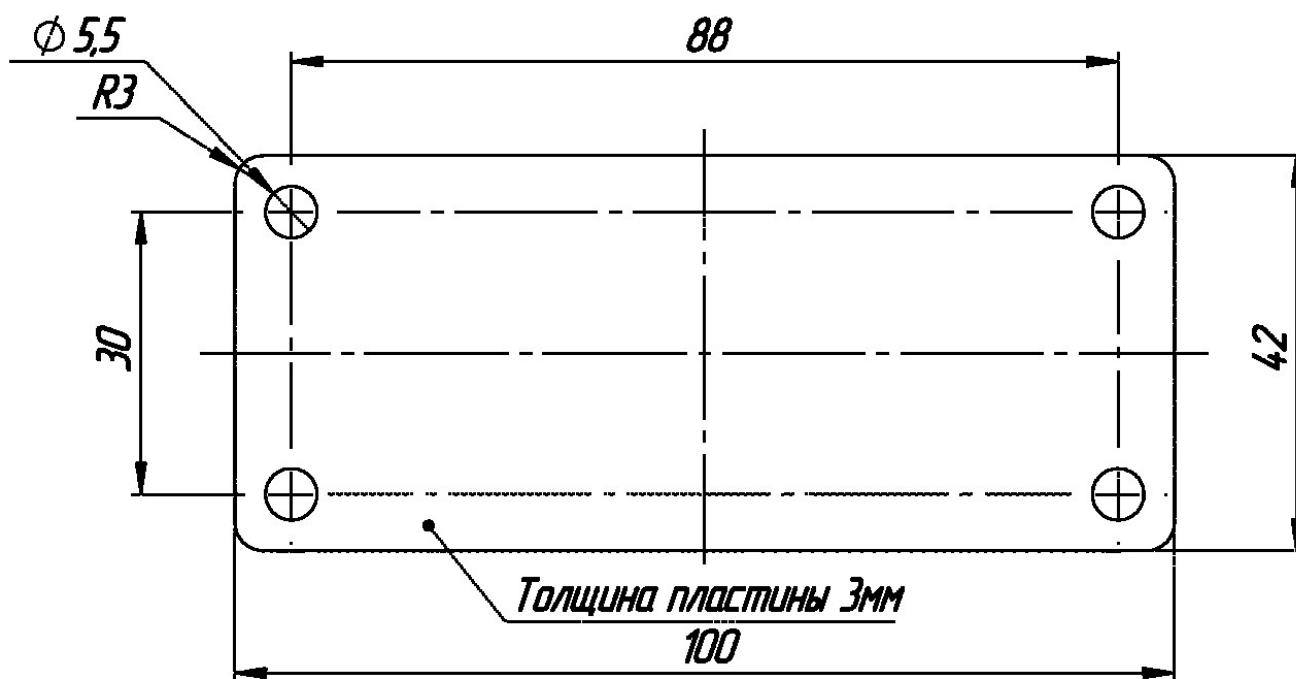

Рисунок 1.7 - Установочная площадка «Заря-УК-4.2» (БМКЦ.301568.004.2).
2.4.2. Установить крепежную площадку узла крепления (соответствующую рис. 1.7), совместив ее отверстия с крепежными болтами, установить шайбы и затянуть колпачковые гайки с усилием 10 Н.